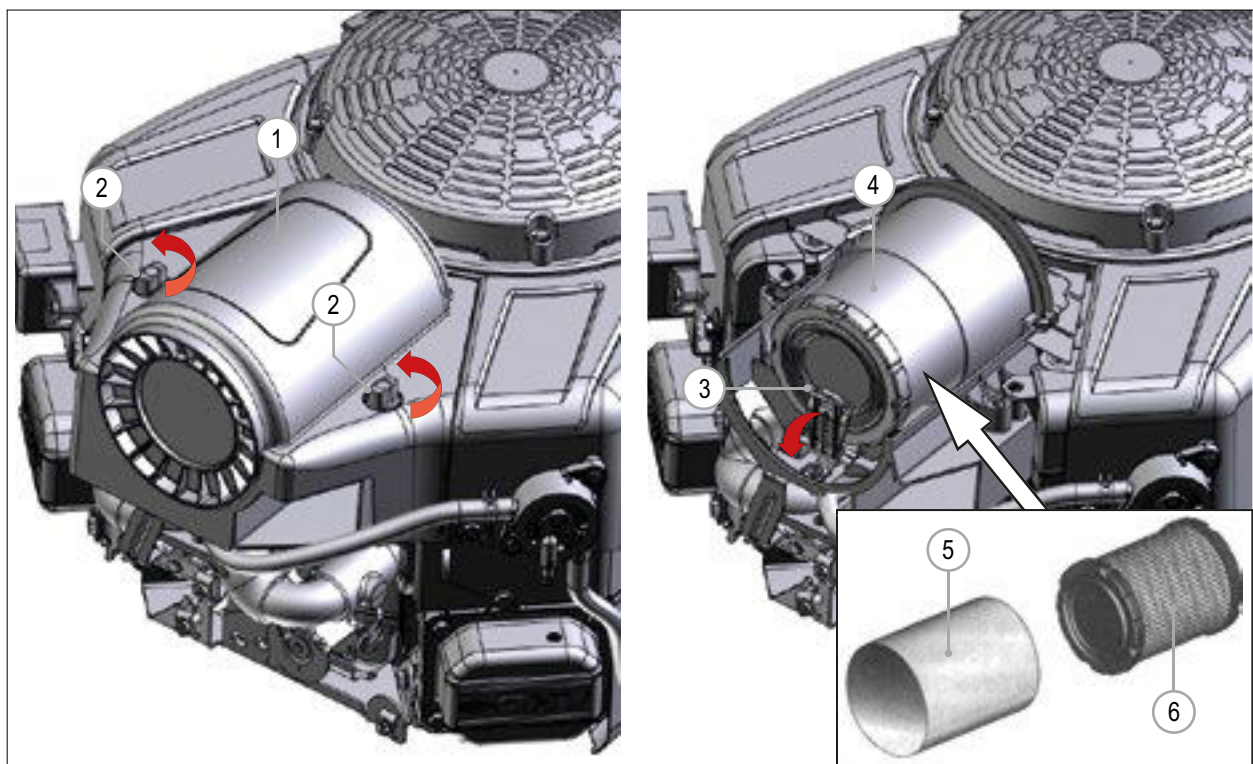

FIG. 39
- 4) Fjern luftfilterets beskyttelseskappe (FIG. 39 - Ref. 1) ved at løsne de to bespændinger (FIG. 39 - Ref. 2).
- 5) Fjern klipsen (FIG. 39 - Ref. 3).
- 6) Fjern luftfilteret (FIG. 39 - Ref. 4).
- 7) Fjern filterelementet (FIG. 39 - Ref. 6) fra for-filteret (FIG. 39 - Ref. 5).
- 8) Kontroller filterelementet (FIG. 39 - Ref. 6), hvis rengøring er nødvendigt, gøres dette med trykluft (lavt tryk) eller filterelementet udskiftes med et originalt nyt filter.
- 9) Kontroller for-filteret (FIG. 39 - Ref. 5), hvis rengøring er nødvendig, vaskes det med et egnet rengøringsmiddel og vand. Derefter skal det tørre helt.
- 11) Indsæt luftfilteret og fastgør det med klipsen (FIG. 39 - Ref. 3).